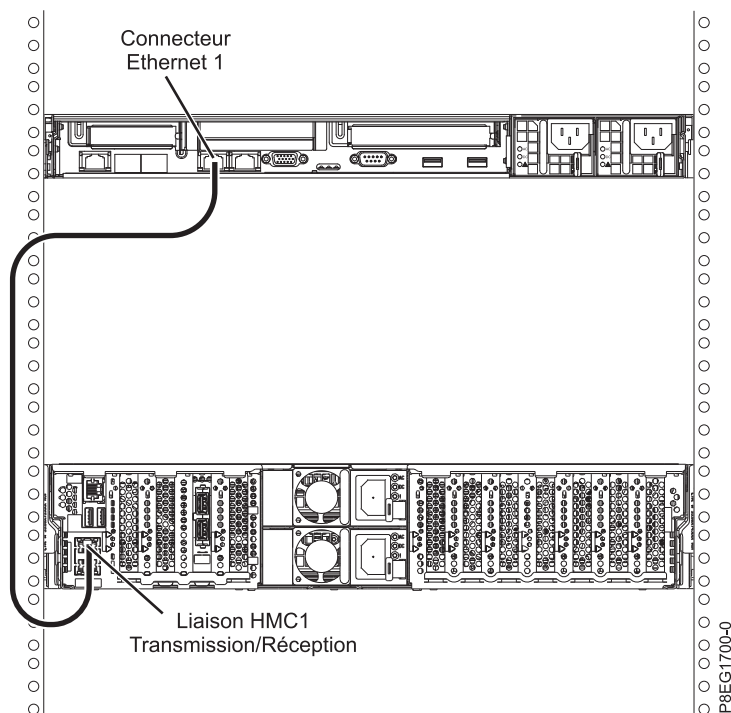

Figure 39. Connexion de la console HMC au système géré
1. Si vous souhaitez connecter directement la console HMC au système géré, reliez le **connecteur Ethernet 1** de la console HMC au port **HMC1** du système géré. Voir figure 39.